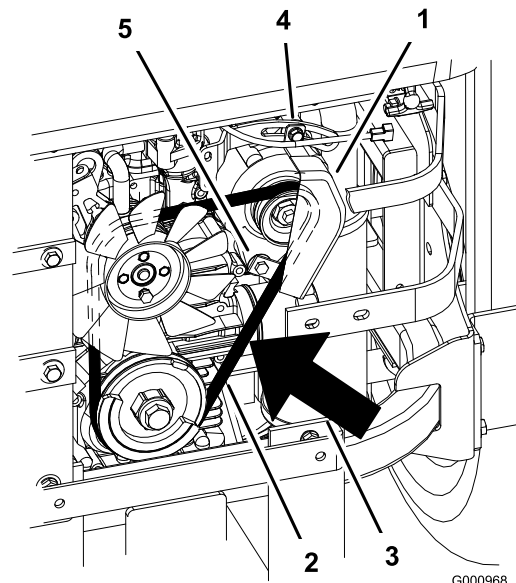

Figure 66
7. Desserrez le boulon inférieur et retirez le boulon de fixation supérieur de l'alternateur et du couvercle (Figure 66).
9. Installez une courroie neuve autour des poulies et de l'alternateur (Figure 66).
14. Serrez le boulon inférieur et vissez le boulon de fixation supérieur de l'alternateur et du couvercle (Figure 66).
2. Réglez l'alternateur vers l'extérieur jusqu'à ce que la courroie présente une flèche de 7 à 9 mm quand une force de 10 kgf est exercée entre les poulies du moteur et de l'alternateur (Figure 66).
5. Si la flèche est correcte, serrez les boulons inférieur et supérieur (Figure 66).